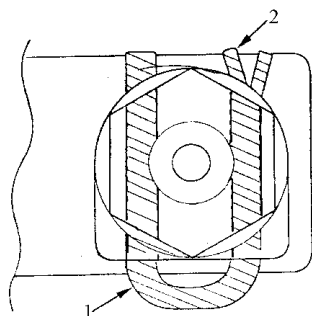

图 4-5 止动管夹
6) 按照与拆卸相反的顺序安装离合器主油缸。安装一个新的 O 形密封圈。将主油缸固定螺母拧紧至 $13\text{N}\cdot\text{m}$ 。确认主油缸软管夹的舌片,指向图 4-5 所示位置。